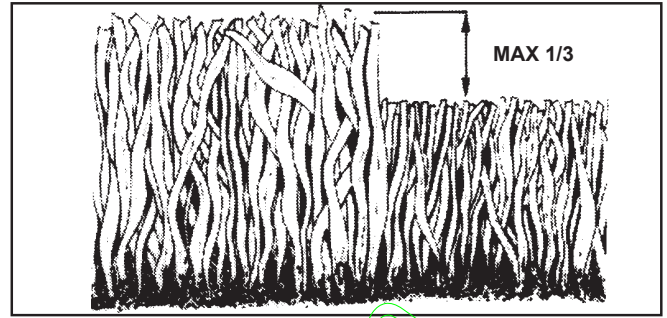

FIG. 5
- Pour la meilleure coupe, ajustez la hauteur de coupe de tondeuse afin que la tondeuse coupe seulement le tiers du haut de l'herbe (Voir Fig. 5) Pour la tonte de broyeur grosse, réduisez la largeur de coupe et tondez lentement.